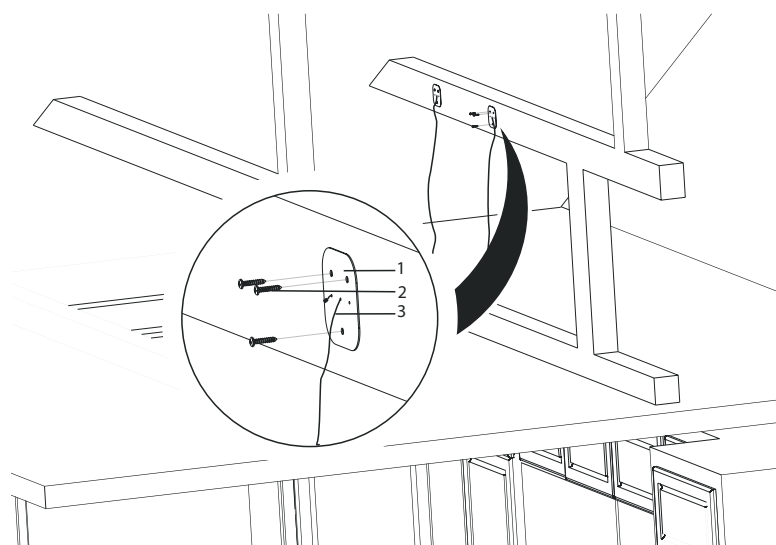

Fig. 9
3. ➡ Montera de fyra upphängningsplattorna, som ståltrådarna sitter fast i på en läkt i taket eller på loftet. Upphängningsplattorna kan hänga antingen horisontalt eller vertikalt (observera att läkten måste vara tillräckligt stabil för att kunna bära fläkten). Upphängningsplattorna fästs med 3x 3.9x22 skruvar (Fig. 9).